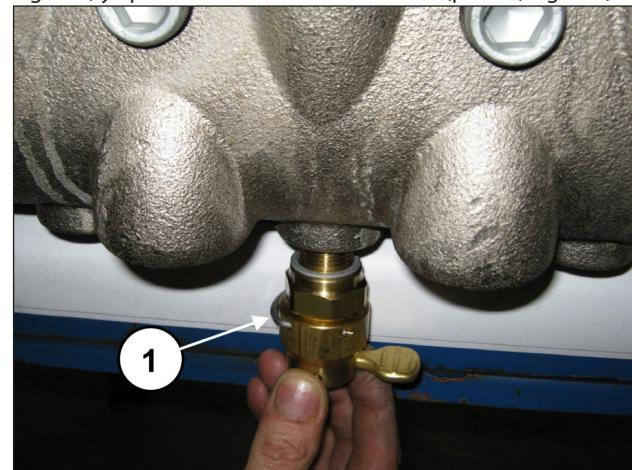
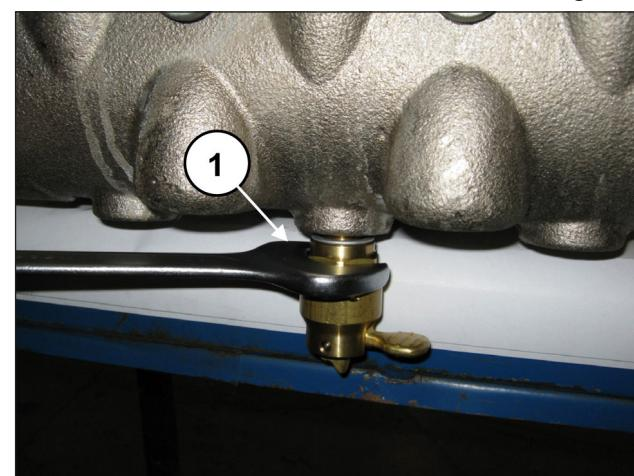

Fig. 133
Fig. 134
Aplicar los dispositivos de apertura de las válvulas (pos. ①, Fig. 133) y apretarlos con la llave de 30 mm (pos. ①, Fig. 134).